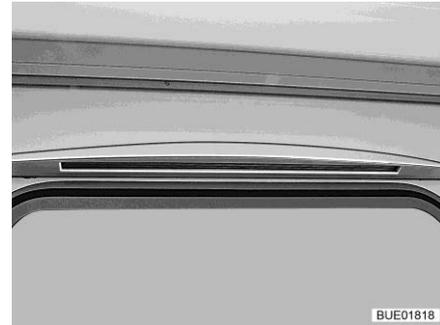

Fig. 91 Lámpara del toldo
- Iluminación del toldo (Fig. 91)